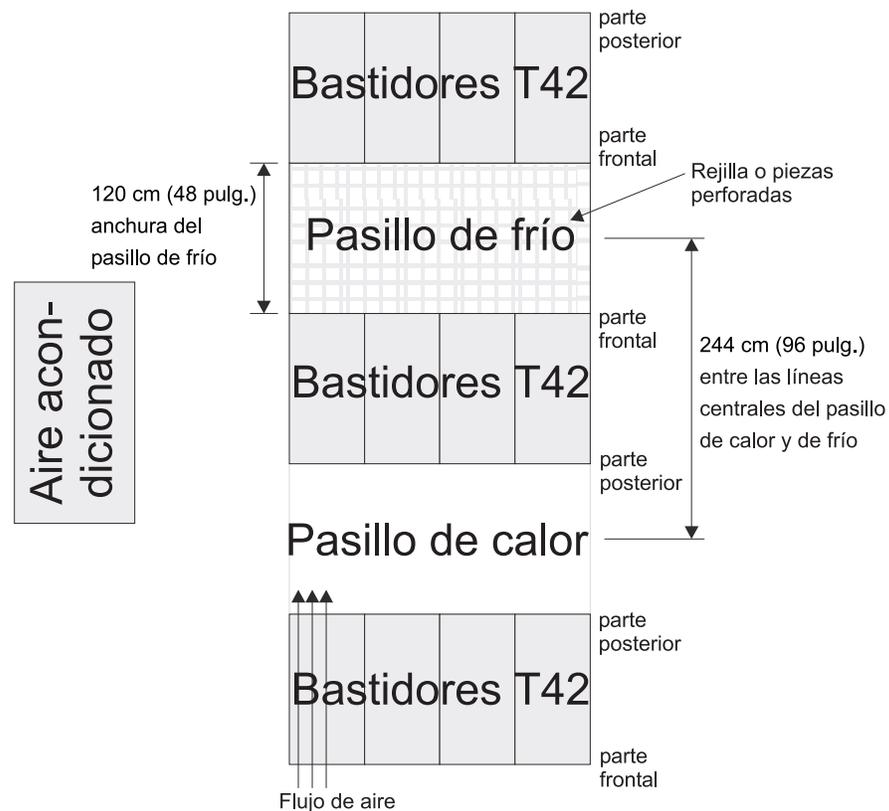

Figura 11. Ejemplo de configuración de bastidor con pasillo de frío y pasillo de calor
- El aire entra por la parte frontal del bastidor y sale por la parte posterior. Para evitar que el aire que sale del bastidor entre por la toma de aire de otra pieza del equipo, debe disponer los bastidores en filas alternas, parte posterior con parte posterior y parte frontal con parte frontal. Esta distribución se denomina “pasillo de frío/pasillo de calor” y se muestra en la Figura 11.
- Cuando los bastidores se han distribuido en filas parte frontal con parte frontal y parte posterior con parte posterior, debe existir un espacio vacío de 122 cm (48 pulgadas) como mínimo entre las filas del pasillo de frío. (Consulte la Figura 11).